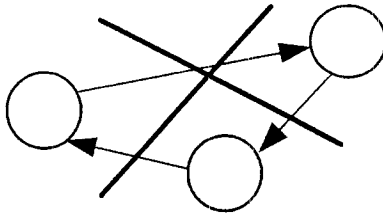

Рис. 2. Недопустимість циклів
- не має бути циклів (рис. 2).